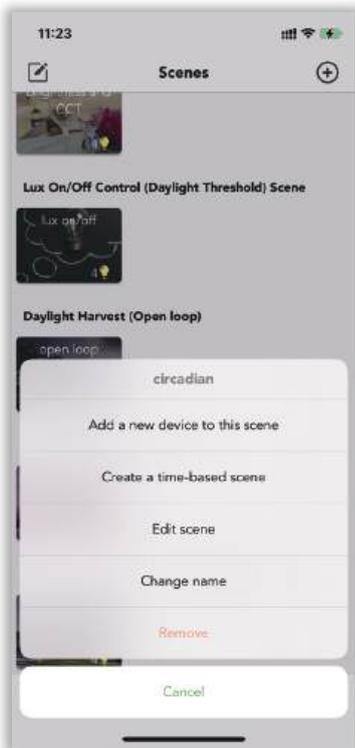
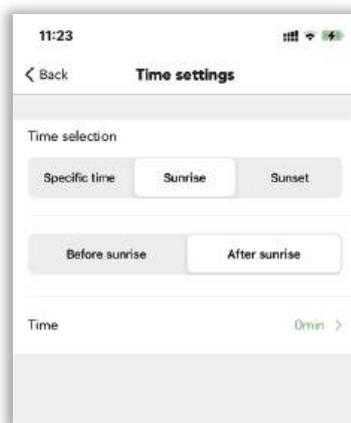
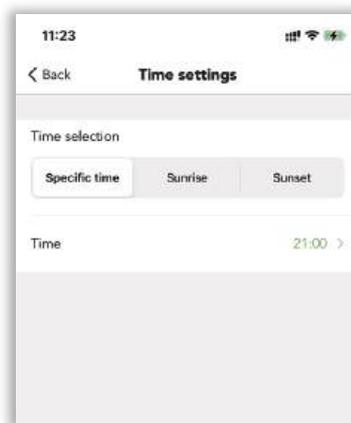

Abbildung 6.36
Abbildung 6.37
Abbildung 6.38
Schritt 4. Drücken Sie lange auf die Szene "circadian", um die Registerkarte "Zeitbasierte Szene" zu öffnen (siehe Abbildung 6.36). Wählen Sie dann für die erste Szene "circadian" und definieren Sie die Zeit bis zum Sonnenaufgang (siehe Abbildung 6.37). Wählen Sie für die zweite Szene "10% Helligkeit" und legen Sie die Zeit auf 21:00 Uhr fest (siehe Abbildung 6.38). Speichern Sie die Szene.